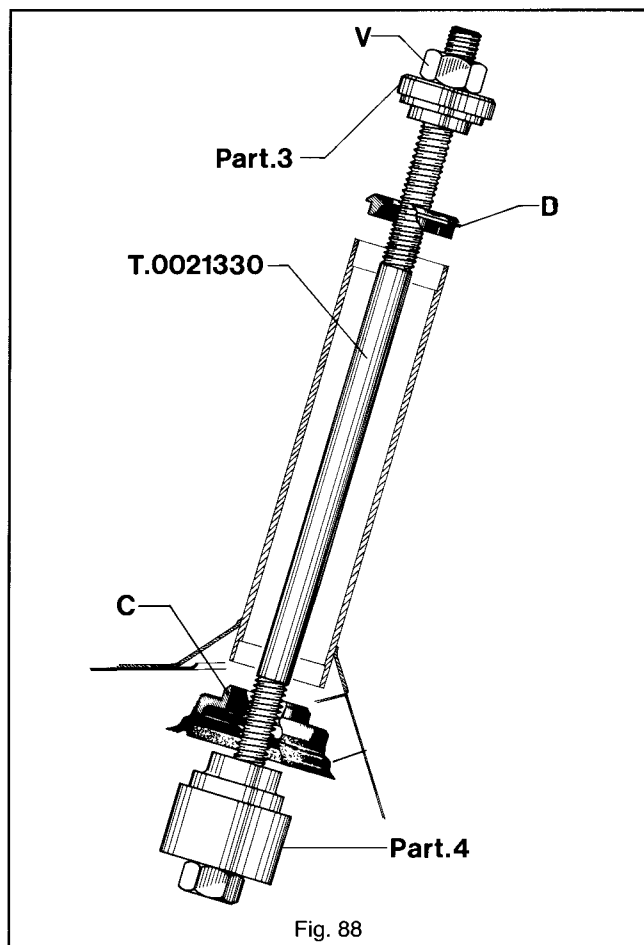

Fig. 88
**Fig. 88 - Sede inferiore del cuscinetto superiore e sede superiore del cuscinetto inferiore:** abboccare sul cannotto le relative sedi «C» e «D» introdurre dal lato inferiore del cannotto l'attr. T. 0021330 (provvisto dei part. 3 e 4) e mediante l'azione del dado «V» posizionare definitivamente le sedi nei rispettivi alloggi.